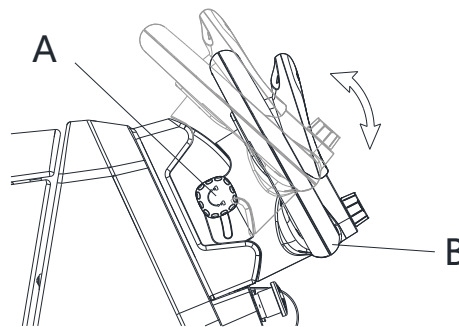

Рис. 8
2. Открутите фиксатор руля (5) до тех пор, чтобы можно было перемещать руль (В, рис. 8).